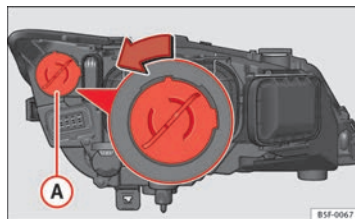

Fig. 182 Lámpara luz día
- Gire el portalámparas ⇒ fig. 182 A a la izquierda y tirar.